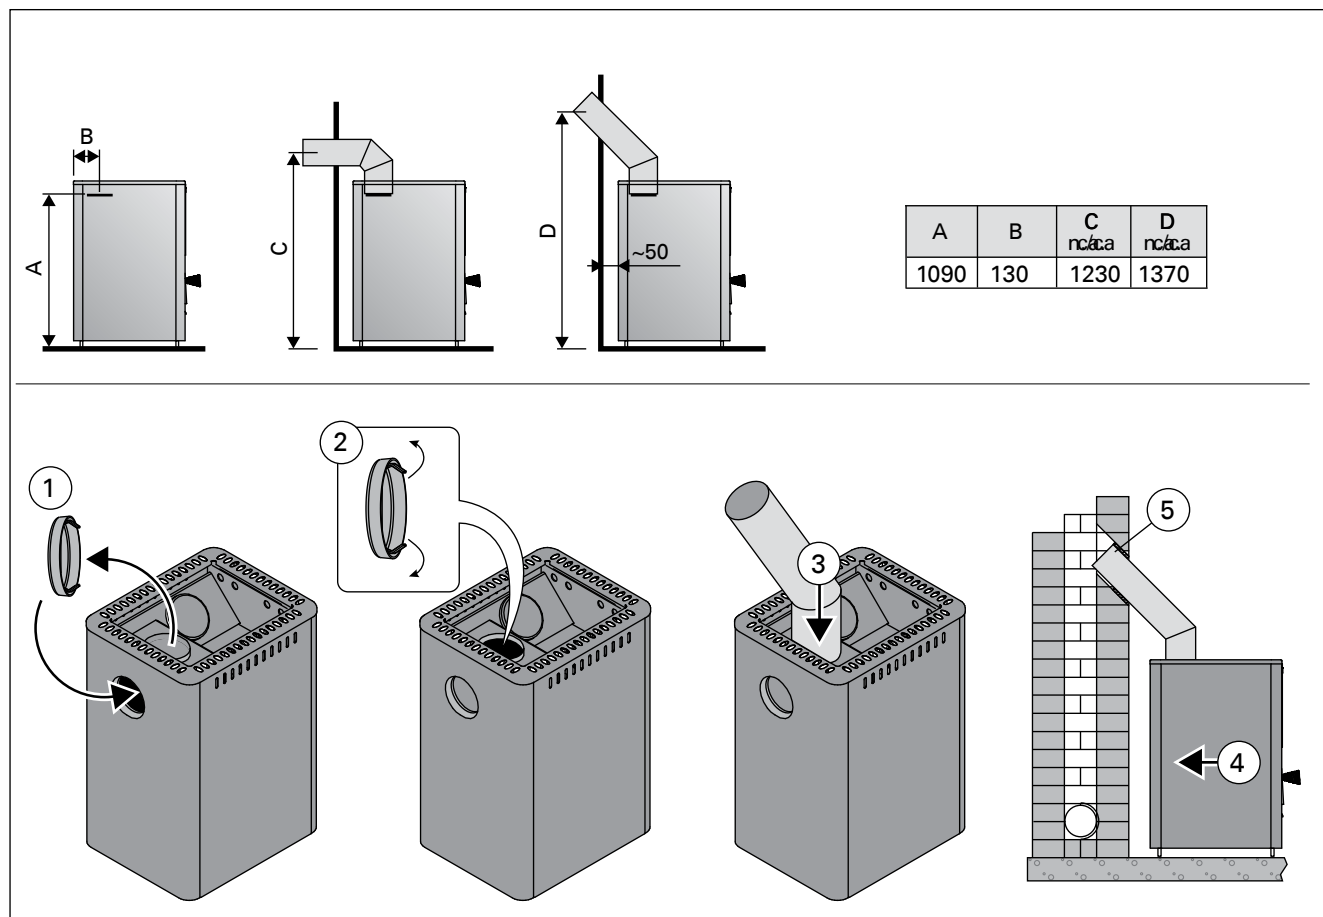

Рисунок 9. Присоединение каменки к каменному дымоходу через верхнее соединительное отверстие (все размеры приведены в миллиметрах)
**Присоединение каменки к каменному дымоходу через верхнее соединительное отверстие (рис. 9)